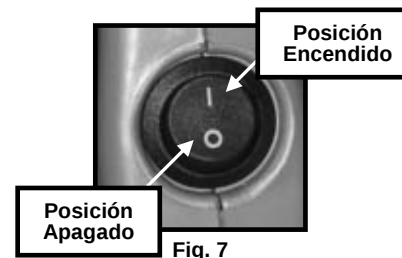

Fig. 7
- El botón de encendido tiene dos posiciones. (Fig. 7)